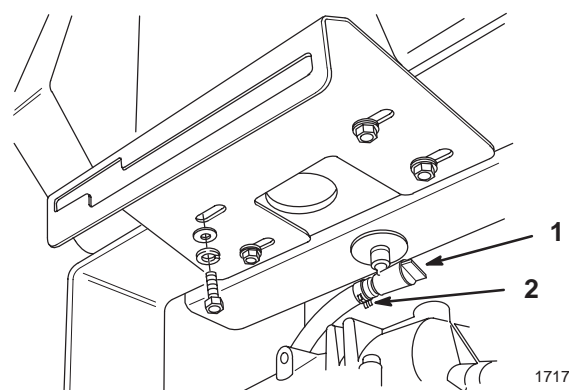

Abbildung 26
Kraftstoff-Absperrhahn am Kraftstofftank schließen (Abb. 26).
Die Enden der Schlauchklemme zusammendrücken und auf der Kraftstoffleitung weg vom Absperrhahn hochschieben. (Abb. 26).
Kraftstoffleitung vom Absperrhahn abziehen (Abb. 26). Absperrhahn öffnen und Benzin in einen Benzinkanister oder ein Auffanggefäß laufen lassen.
2. Kraftstoff-Absperrhahn am Kraftstofftank zudrehen (Abb. 26).
Kraftstoff-Absperrhahn am Tank öffnen (Abb. 26).